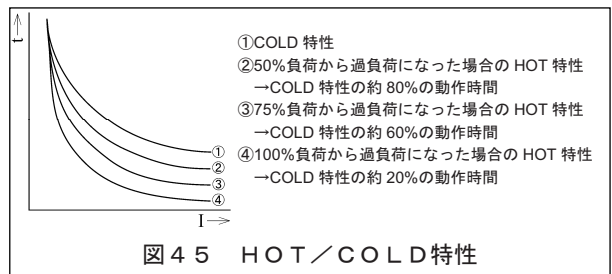

図45 HOT/COLD特性
AGR-21BL (L特性) 形OCRの設定値を表26, 特性を図45~図47に示します。
- ④: NON位置は保護機能を不動作にします。但し, 誤って短限時と瞬時 (またはMCR) 引外しを共にNONに設定しようとすると, 以下の誤設定防止機能が働きます。
- ⑤: ピックアップ電流値とは, OCRが過電流を判定する際のしきい値です。 $[I_n] \times 1.05$ < (ピックアップ電流値) $\leq [I_n] \times 1.2$ の範囲内にあり, ピックアップ電流値を超えると, OCRは引外しの為の時限の計測を始めます。電流が一旦ピックアップ電流値未満になると, 時限の計測は解除されます。
- ⑥: HOT特性は, ある負荷状態がある程度継続した後に過負荷状態となった時, 通常の長限時引外しの特性 (=COLD特性) よりも短い時間で動作する特性です。出荷時は, COLD特性に設定されています。HOT特性への変更方法は, 5-2-3-6.を参照ください。HOT特性時の負荷状態の記憶は, 制御電源喪失時解除されます。HOT/COLD特性の動作時間を図45に示します。
- ⑦: 短限時引外し機能は, 長限時引外し機能に対し, 優先動作します。短限時引外しより長限時引外しの時限が小さい領域でも, 短限時引外し機能の時限で動作します。